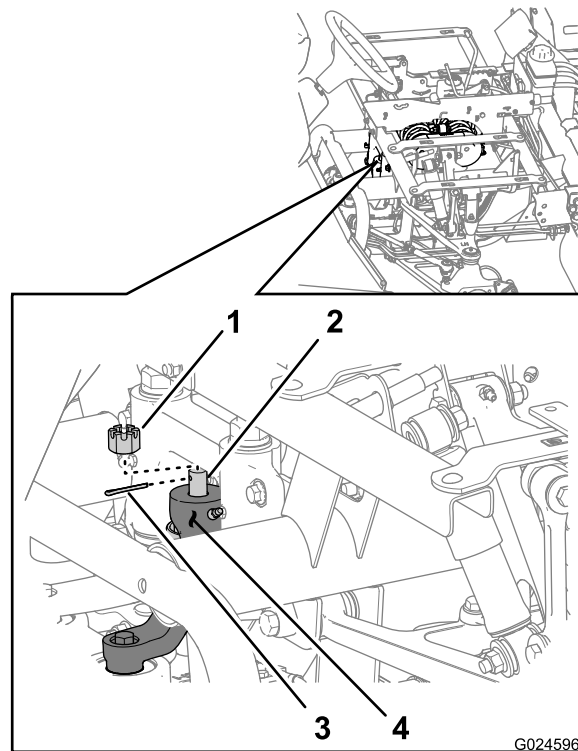

Figura 21
4. Retire o contrapino que prende a porca ranhurada à rótula frontal do cilindro de direção (no pendural da direção) e retire a porca ranhurada (Figura 21).
5. Prenda a rótula na frente do cilindro de direção ao pendural da direção, usando a porca ranhurada (Figura 21).
7. Prenda as porcas ranhuradas com o contrapino (Figura 21 e Figura 22) que retirou no passo 4 de “Instalar o cilindro de direção” (página 8).